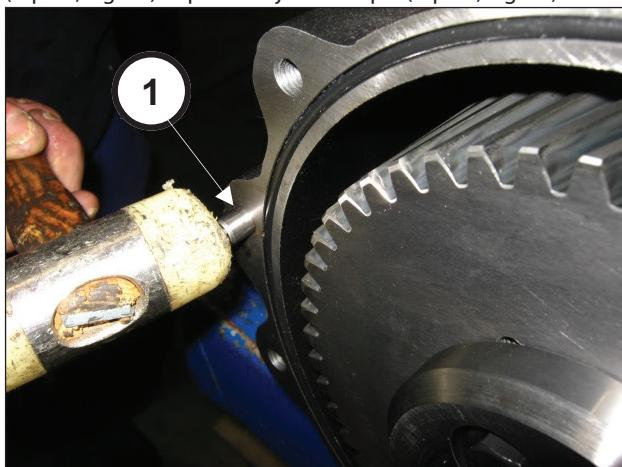
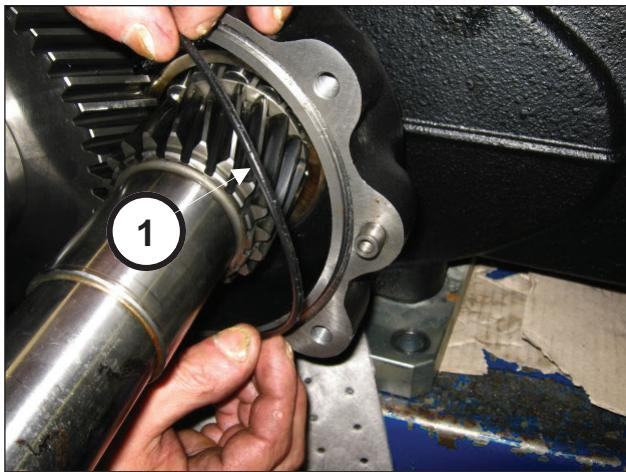

Fig. 70
Fig. 71
Monter les 2 goupilles Ø10x24 dans le boîtier de réducteur (rep. ①, Fig. 70) et placer le joint torique (rep. ②, Fig. 71).